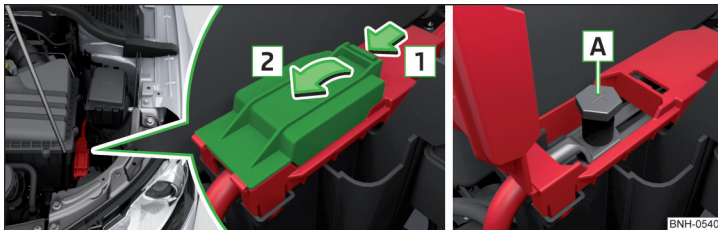

Fig. 165 Ayuda de arranque: Vehículos con la batería del vehículo en el maletero
El polo positivo se encuentra debajo de una cubierta en el área del motor » fig. 165.
- Sujete la pinza del polo positivo del cable de ayuda de arranque en la posición A » fig. 165.